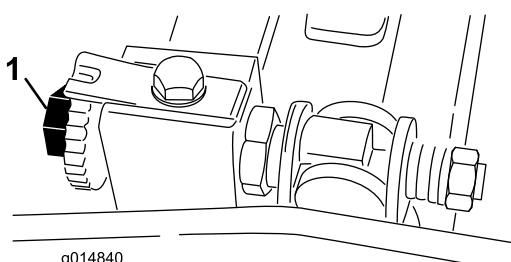

Bild 46
3. Drehen Sie die Spindel so, dass ein Messer die Untermesserkante zwischen den Köpfen der ersten und zweiten Untermesserschraube an der rechten Seite der Schneideeinheit überquert (Bild 46).
6. Drehen Sie die Einstellschraube des rechten Untermesserträgers, bis Sie einen leichten Druck (d. h. Widerstand) an der Beilagscheibe spüren, indem Sie sie von einer zur anderen Seite verschieben. Bild 46